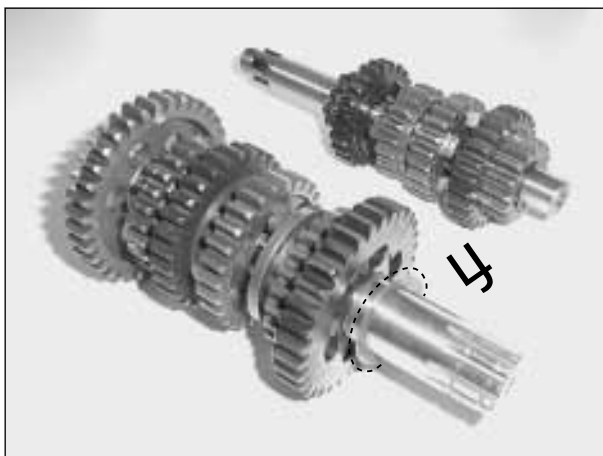

Fig. 31
- 3) VERIFICARE l'integrità del cambio e montare le rondelle di rasamento al giusto posto. Nel caso di sostituzione assicurarsi che esso sia montato nelle stesse condizioni di lavoro del precedente e con un gioco assiale inferiore a 0,1 mm. Per ottenere ciò rilevare la distanza dei rasamenti sul carter e sui pezzi e compensare la differenza con rondelle di spessoramento montandole come indicato (Fig. 31).
- 3) VERIFY the integrity of the transmission assy and fit the shim washer to its appropriate seating. In case of replacement make sure that the newly fitted part is placed as the old one and that the end float does not exceed 0.1 mm. To obtain the described result verify the distances of the shim washers of the crankcase and on the parts and if necessary compensate with shim washers fitting them as shown in figure (Fig. 31)